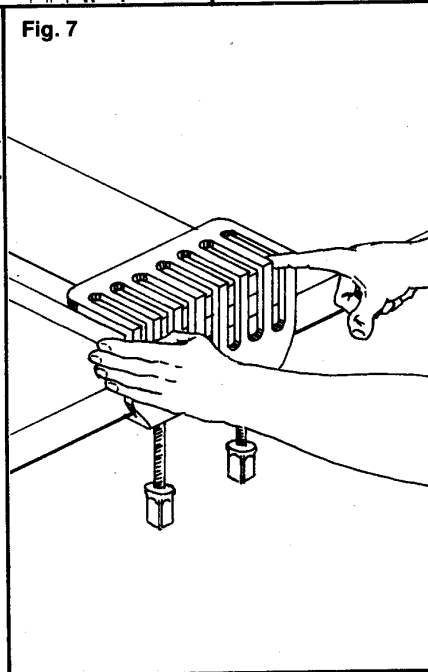
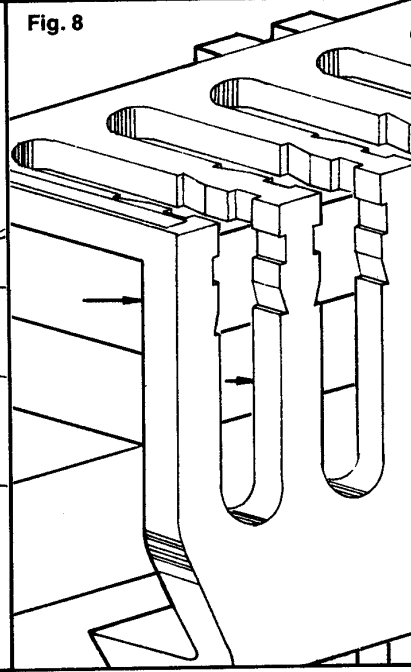

Fig. 7
Fig. 8
3. Position the wood to be cut in the template by placing a finger and/or thumb into an open slot on the template (Fig. 7). The wood should always be flush against at least one slot on the first cut (Fig. 8), and butted up fully against the inside front face of the template.
3. Pour situer le bois à couper dans le gabarit, placer un doigt et/ou le pouce dans la rainure ouverte sur le gabarit (Fig. 7). Le bois doit toujours être appuyé contre, au moins une rainure, lors de la première coupe (Fig. 8) et buter complètement contre l'intérieur de la face avant du gabarit.